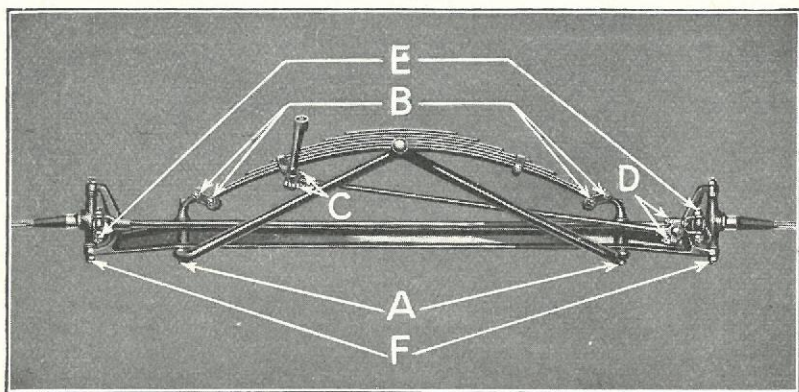

Fig. 367
- 672** Aftag Triangelen ved at skrue de to Forfjederstøtte-Møtrikker af (Fig. 367-A) og træk Triangelen af Enden af Fjederstøtterne.
685 Forbind Fjeder og Fjederstøtter ved at indsætte Hængeboltene. Spænd Hængeboltmøtrikkerne godt til og sikrer dem med Splitter (Fig. 367-B). Spænd Fjederstøttemøtrikkerne godt til og sikrer ogsaa dem med Splitter.